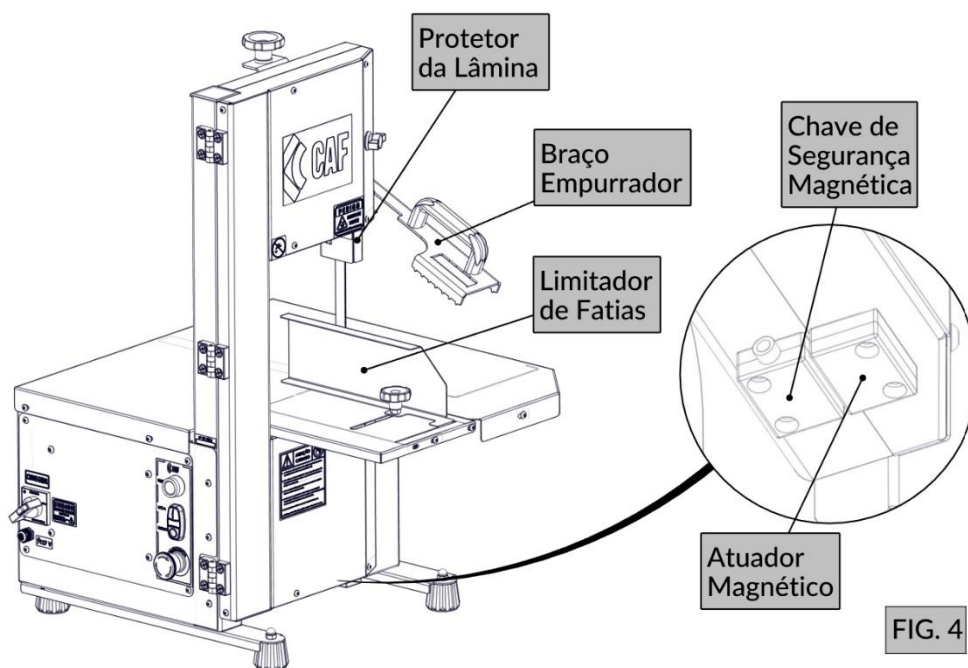

FIG. 4
- Protetor da lâmina (FIG. 4): Canaleta regulável e deslizante que envolve o perímetro da lâmina da serra na região do corte, liberando apenas a área mínima da fita serrilhada necessária para a operação.
- Braço empurrador (FIG. 4): Componente com movimento pendular em relação à lâmina, utilizado para guiar e empurrar a carne, além de impedir o acesso das mãos à área de corte.
- Limitador de fatias (FIG. 4): Localizado na mesa fixa da serra, é uma guia regulável, paralela à lâmina, usada para limitar a espessura do corte da carne.
- Sensor magnético (FIG. 4): Impede que a máquina seja ligada com a tampa aberta.